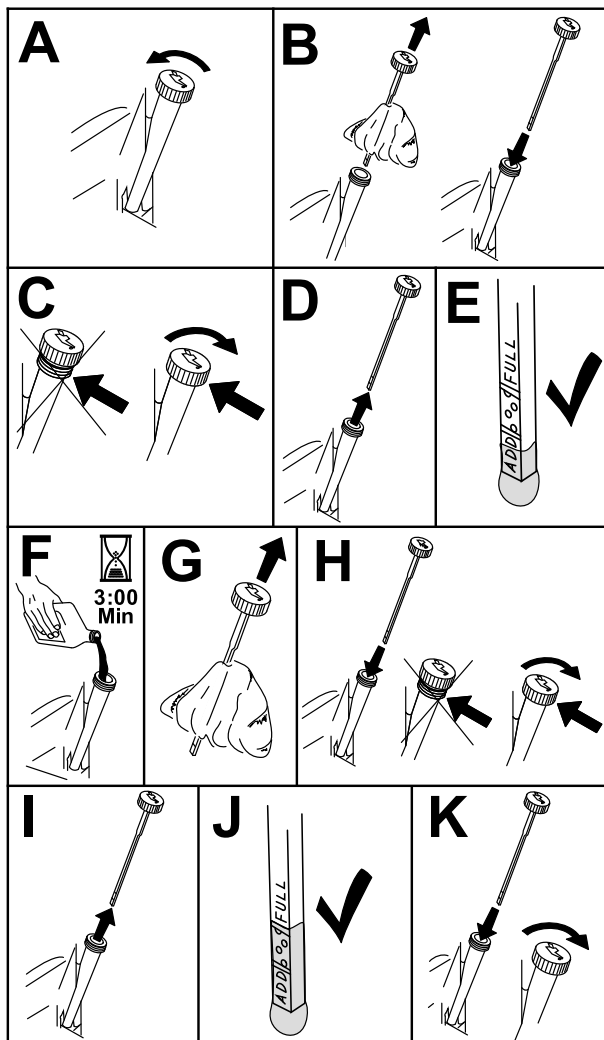

図 44
3. エンジン内部に異物が入らないように、オイルキャップやディップスティックの周囲をきれいにする 図 44。